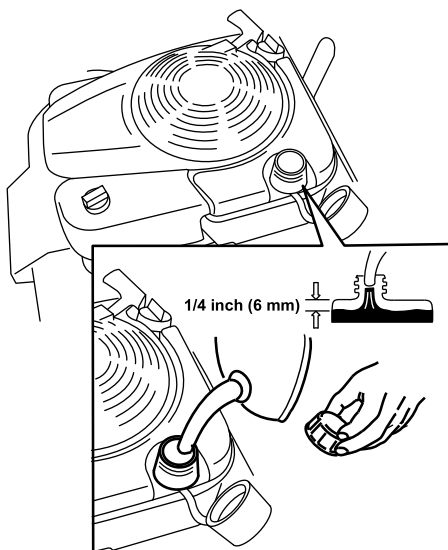

Figure 11
1. Nettoyez la surface autour du bouchon du réservoir de carburant et enlevez le bouchon (Figure 11).
2. Remplissez le réservoir de carburant, en laissant un espace d'au moins 6 mm en-dessous du bas du goulot pour permettre à l'essence de se dilater (Figure 11).